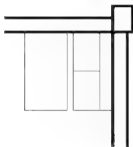

图 4.49 绘制桌子
② 在指定另一个角点或 [面积(A)/尺寸(D)/旋转(R)]: 提示下, 输入 “@ 650, -1200” 后按 Enter 键结束命令, 绘制出如图 4.49 所示的 1200mm 长、650mm 宽的桌子。